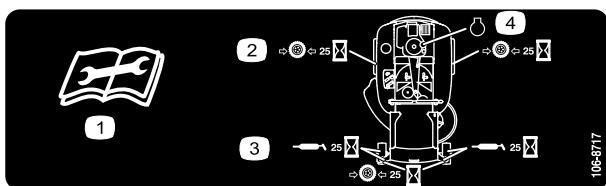

Figura 23
3. Pulite i raccordi d'ingrassaggio (Figura 22 e Figura 23) con un cencio, e togliete eventuali tracce di vernice davanti ai raccordi.
4. Collegate un ingrassatore a pressione a ciascun ingrassatore (Figura 22 e Figura 23). Pompate del grasso nel raccordo finché non inizia a fuoriuscire dai cuscinetti.